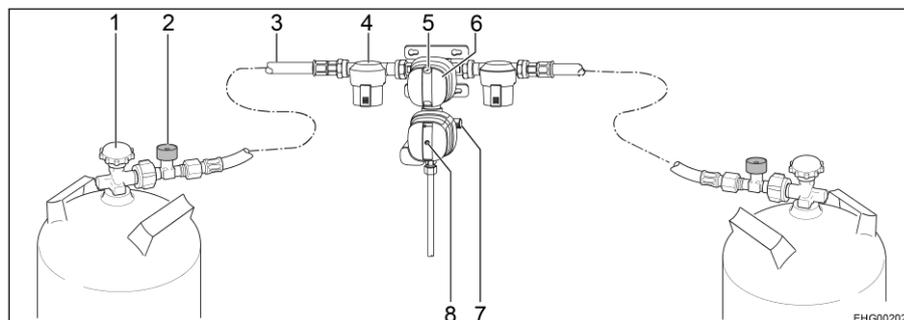

Fig. 94 Sistema de regulación de presión de gas de seguridad DuoControl CS
El sistema de regulación DuoControl se compone de una válvula selectora y el sensor de impacto. El sistema de regulación DuoControl está montado entre las mangueras de alta presión (Fig. 94,3) con dispositivo de seguridad en caso de rotura de manguera (Fig. 94,2). Con el botón giratorio (Fig. 94,6) en la válvula selectora se puede determinar cuál de las bombonas de gas se utilizará como bombona de servicio y cuál de ellas como bombona de reserva.
En la mirilla (Fig. 94,5) se indica el estado del suministro de gas:
El sensor de impacto bloqueará el suministro de gas en caso de un impacto significativo (p. ej. accidente). La posición del botón de restablecimiento amarillo (Fig. 94,8) indica el estado de funcionamiento del sensor de impacto:
- Si el botón de restablecimiento amarillo (Fig. 94,8) está hundido, el sensor de impacto está dispuesto para el funcionamiento.
- Si el botón de restablecimiento amarillo (Fig. 94,8) sobresale, el sensor de impacto **no** está dispuesto para el funcionamiento. Puesta en funcionamiento, véase más abajo.
El dispositivo de seguridad en caso de rotura de manguera (Fig. 94,2) bloqueará el flujo de gas si se rompe la manguera conectada. El dispositivo de seguridad en caso de rotura de manguera se deberá activar pulsando la tecla verde.
- Con el botón giratorio (Fig. 94,6) en la válvula selectora, seleccionar la bombona de gas de la que habrá de tomarse el gas principalmente (bombona de servicio). Girar el botón giratorio siempre hasta el tope.
- Abrir las llaves de paso principales (Fig. 94,1) de las bombonas de gas.
- Pulsar la tecla verde del dispositivo de seguridad en caso de rotura de manguera (Fig. 94,2) por aprox. 5 segundos. En la mirilla (Fig. 94,5) se visualizará la marca verde.
- Si el sensor de impacto ha disparado (el botón de restablecimiento amarillo (Fig. 94,8) sobresale):
Hundir el botón de restablecimiento amarillo (Fig. 94,8) con fuerza, girarlo ligeramente en sentido de las agujas del reloj y mantenerlo pulsado por aprox. 5 segundos. Asegurarse de que el botón de restablecimiento permanezca en la posición hundida ("dispuesto para el funcionamiento").
- Cerrar las llaves de paso principales (Fig. 94,1) de las bombonas de gas.
En caso de que luz de control verde (Fig. 95,6) se apague durante el servicio y se encienda la luz de control roja (Fig. 95,5), estará vacía la bombona de servicio y se deberá cambiar. En la mirilla (Fig. 94,5) de la bombona de gas perteneciente se visualizará la marca roja. La bombona de reserva seguirá suministrando gas a los consumidores de gas.
- Girar el botón giratorio (Fig. 94,6) hasta el tope en sentido de la bombona de gas utilizada de momento. De este modo, esta bombona de gas ahora será la bombona de servicio y la bombona de gas vacía se convertirá en la bombona de reserva. La marca en la mirilla (Fig. 94,5) cambiará de rojo a verde.
- Cerrar la llave de paso principal (Fig. 94,1) de la bombona de gas vacía. Observar el sentido de la flecha.
- Pulsar la tecla verde del dispositivo de seguridad en caso de rotura de manguera (Fig. 94,2).